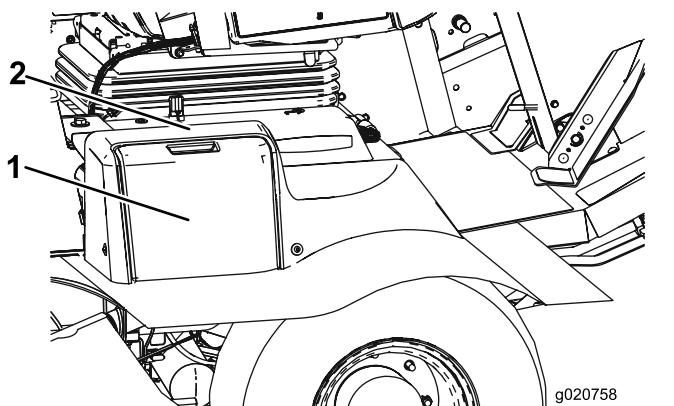

Figura 51
1. Abra a cobertura da bateria (Figura 51) no lado do resguardo.
Nota: Pressione a superfície plana por cima da cobertura da bateria para facilitar a remoção da cobertura (Figura 51).